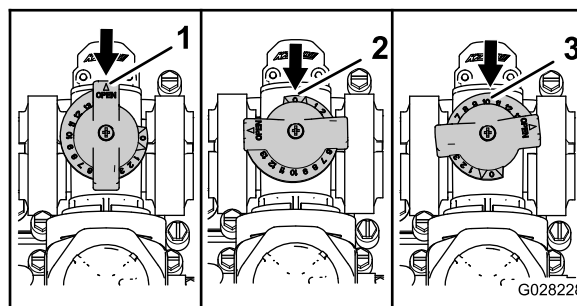

Figura 108
- La valvola di bypass dell'agitatore è in posizione completamente APERTA come illustrato nella Figura 108.
- La valvola di bypass dell'agitatore è in posizione CHIUSA (0) come illustrato nella Figura 108.
- La valvola di bypass dell'agitatore è in una posizione INTERMEDIA (regolata in relazione al misuratore di pressione per l'impianto dell'irroratrice) come illustrato nella Figura 108.